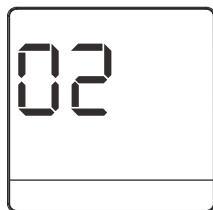

Рисунок 4.1
- Одновременно длительно нажимите  и  на пульте ДУ на 8 секунд, чтобы войти в режим настройки параметров (см. Рис. 4.1);